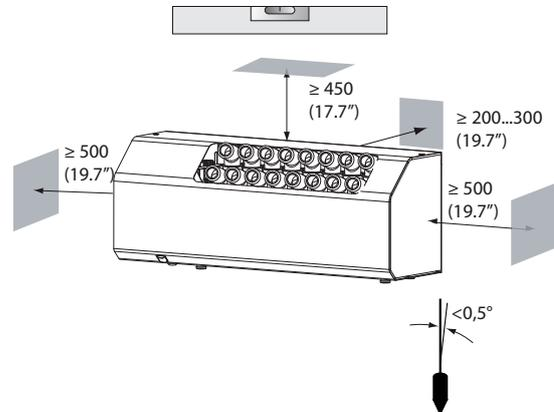

Fig. 1.b
- Posicione o umidificador horizontalmente utilizando um nível, observando os espaços mínimo em mm (veja Fig. 1.b) para assegurar o fluxo do ar de emissão e permitir as necessárias operações de manutenção.